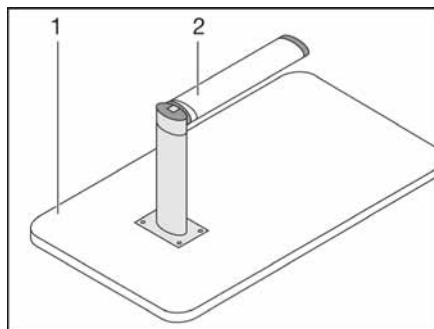

Fig. 55 Struttura di supporto letto
- Sollevare il piano del tavolo (Fig. 55,1) di circa 45° in avanti.
- Tirare la parte inferiore del supporto snodabile (Fig. 55,2) verso il basso e ribaltarla di 90°.